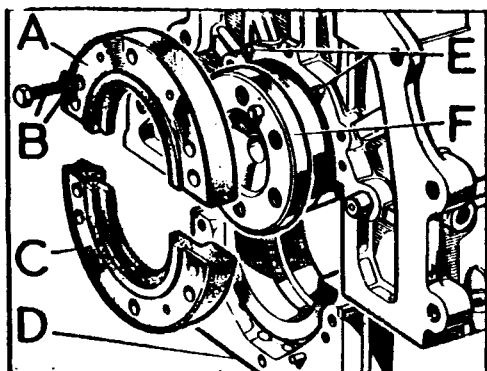

Fig. A1-N Elementos de fijación del re tén del cigueñal
- 1.10. Soltar los tornillos, B (Fig. A1-N) a través de la comisura que dispone la brida del cigueñal y retirar la mitad, A, del porta-retén cuya posición es tá determinada por las espigas, E.